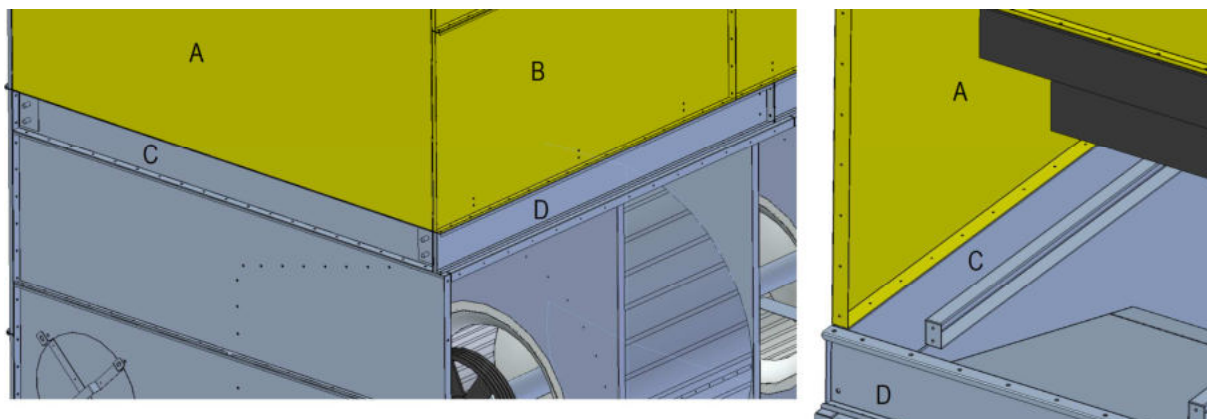

Fig. 10
**Nota bene:** Nelle unità di larghezza >2m è possibile che il lato corto della sezione di scambio, in giallo, (A) abbia la flangia di appoggio rivolta verso l'interno. In questo caso, dopo aver unito le sezioni sui lati lunghi (B e D) con i bulloni e dadi, è necessario utilizzare le **viti autofilettanti** fornite a corredo serrandole dal basso (pannello C della sezione vasca) verso l'alto (pannello A della sezione di scambio) come in fig. 10. Sulla flangia rivolta verso l'interno del pannello A, della sezione scambio, sono presenti i fori di diametro inferiore predisposti per la vite autofilettante.